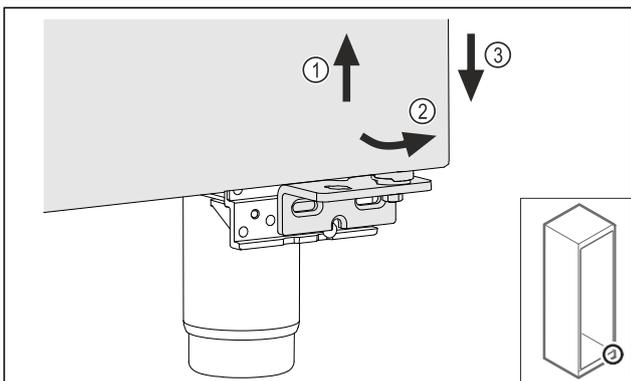

Fig. 26
- ▶ Ανασηκώστε ελαφρώς την πόρτα Fig. 26 (1), γείρετέ την κάτω προς τα εμπρός Fig. 26 (2) και κατεβάστε τη Fig. 26 (3).